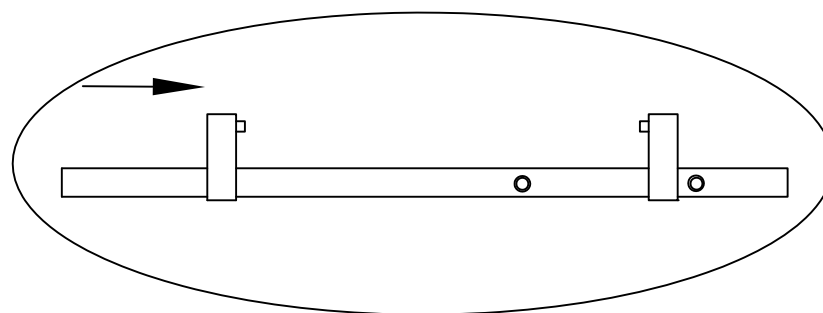

Fig. 4
4. Glissez la butée de porte (1) sur l'extrémité du rail supérieur (2). Les butoirs des butées de porte (1) doivent être orientés vers l'intérieur et vers le haut pour l'installation finale. Remarque : une butée est déjà préassemblée sur le rail entre les ensembles de boulon du verre fixe. Voir la figure 4.